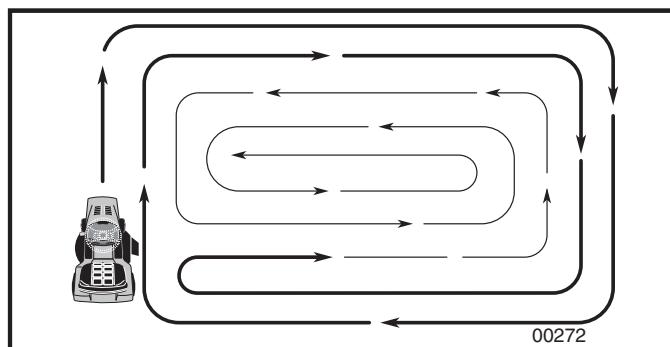

FIG. 12
## CONSEJOS PARA SEGAR (VEA FIG. 12)
- Al segar las área grandes, empiece girando a la derecha de modo que los recortes se descarguen, alejándose de los arbustos, cercos, entradas de automóviles, etc. Después de una o dos vueltas, siegue en la dirección opuesta, haciendo virajes a la izquierda, hasta que termine (Vea FIG. 12).